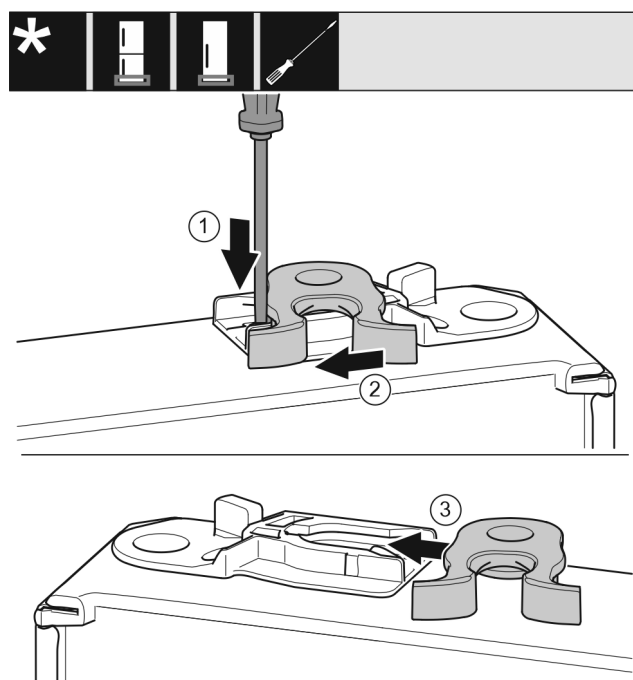

Fig. 49 *
- ▶ 用带槽螺丝刀向下按住接片 Fig. 49 (1)。*
- ▶ 将锁钩 Fig. 49 (2) 从导向装置拉出。*
- ▶ 将另一侧的锁钩 Fig. 49 (3) 推入导向装置。*